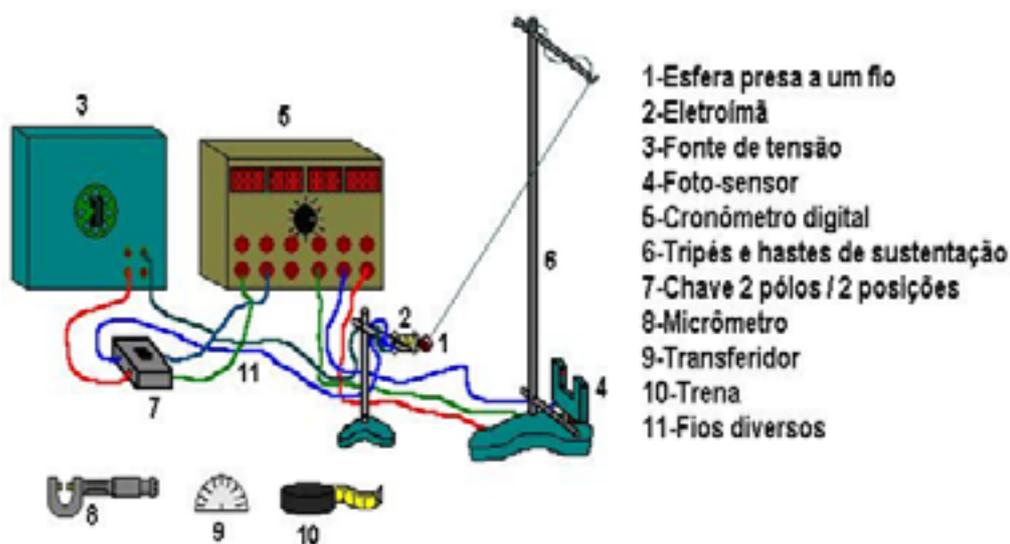

Figura 5.2: Esquema do aparato experimental (ilustração – Flávio C.T. Maia).
O arranjo experimental está ilustrado na figura 5.2. O eletroímã (2) retém a esfera metálica enquanto a chave (7) estiver na posição ligada. Quando a chave é desligada, a esfera (1) é abandonada do repouso ao mesmo tempo em que o cronômetro (5) é disparado. A passagem da esfera pelo sensor ótico (4) para o cronômetro (5). É registrado o tempo gasto pela esfera para percorrer $1/4$ do período do seu movimento oscilatório.